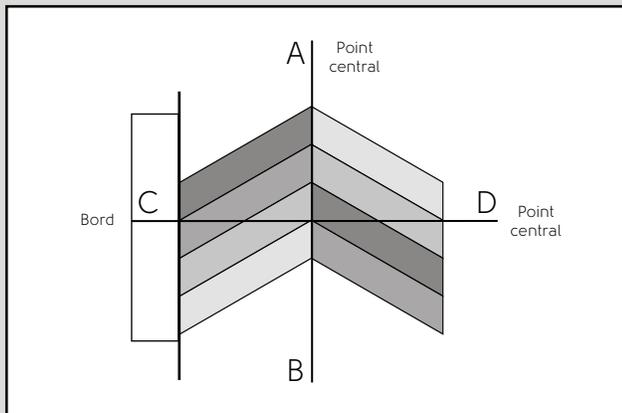
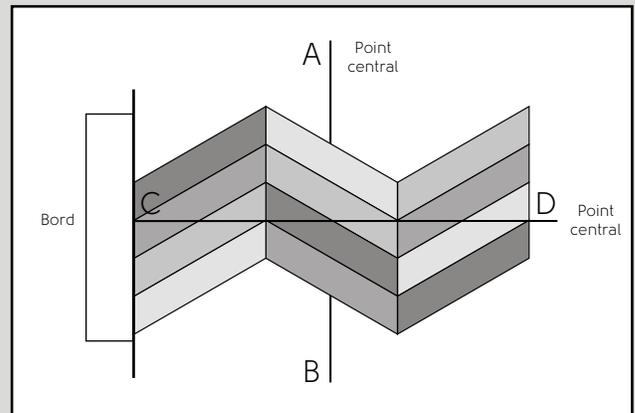

Fig. 1
Fig. 2
2. Posez les lames à sec comme illustré à la Fig. 1 ou à la Fig. 2 selon celle qui vous offre la meilleure esthétique – une conviendra mieux que l'autre sur le périmètre de la pièce.